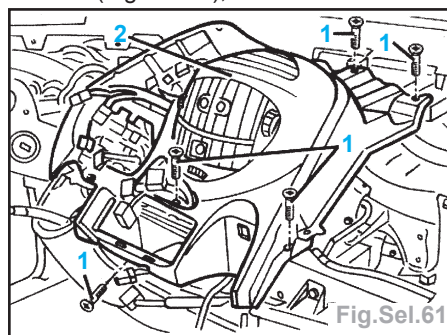

Fig.Sel.61
• le revêtement central de la planche de bord (Fig.Sel.61),